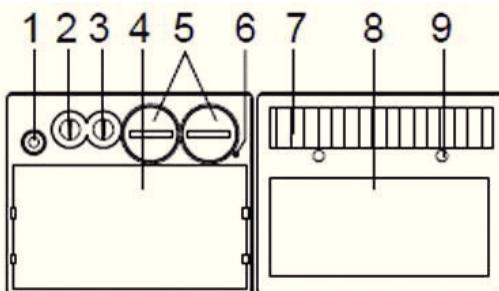

Рис. 2
4.2 Общий вид элементов светофильтра представлен на рис. 2
5.4 Степень светлого состояния светофильтра составляет 4 DIN. Регулятором (рис.2 поз.2) можно настроить время изменения в светлое состояние из тёмного состояния в диапазоне 0,1-1,0 секунды в зависимости от потребности.
7.3 Если маска не использовалась в течение длительного времени следует обратить большое внимание на чистоту датчиков электродуги (рис. 2 поз.9). При необходимости отчистите их от пыли.
Установите с помощью регулятора необходимое значение степени затемнения, затем нажмите на кнопку тестового затемнения (рис.2 поз.1). Светофильтр должен потемнеть и автоматически вернуться в светлое состояние.